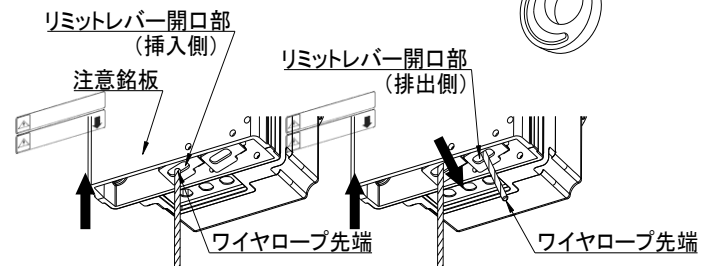

図 2
- 1) 注意銘板の矢印の位置を確認し、本体下部のリミットレバー開口部（挿入側）からワイヤロープを挿入する。（図 2）